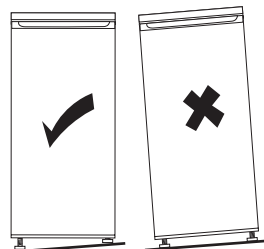

Fig. 2
Dacă aparatul se înclină într-un anumit fel, reglați înălțimea piciorului stâng/drept (4) al aparatului pentru a fi la același nivel orizontal (→ Fig. 2).